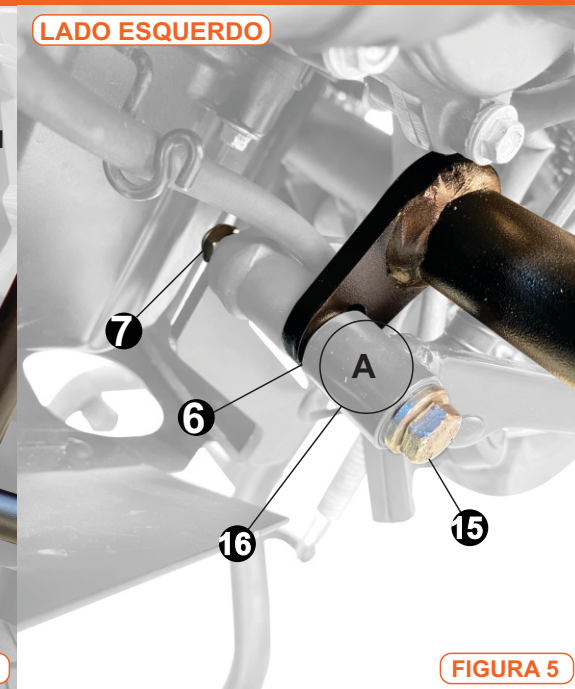

FIGURA 5
- Instale o protetor do lado esquerdo seguindo a ordem da figura 5 para fixação no ponto traseiro e utilize o parafuso original da motocicleta para o ponto dianteiro. UTILIZAR TORQUIMETRO COM REGULAGEM DE 45N.m para o parafuso original.